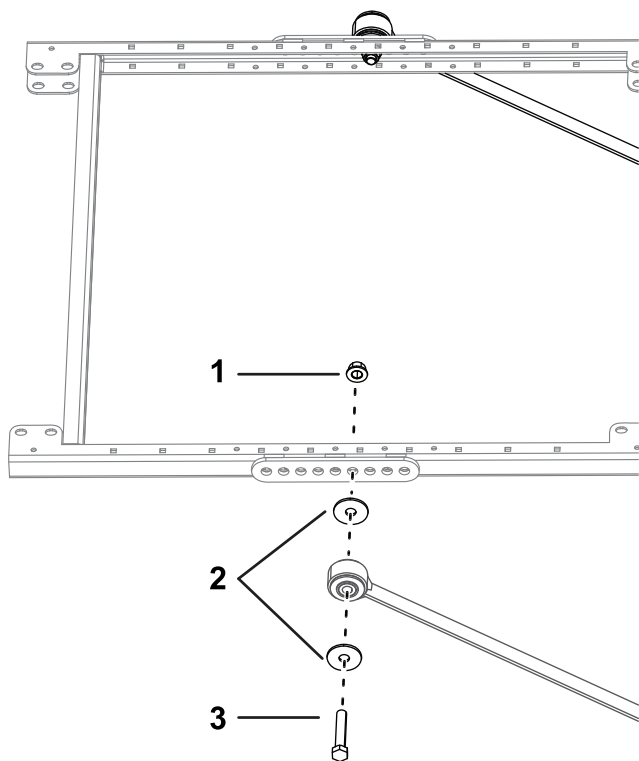

図 12
12. サンシェードのフレームの左右それぞれの側で、ブレース取り付け部の 4 番目の穴に延長リンクを仮止めするボルト $\frac{1}{2}$ x $2\frac{3}{4}$ " 2 本、大きいワッシャ 2 枚、フランジナット $\frac{1}{2}$ " 2 個を使用して 図 12 のように取り付ける。